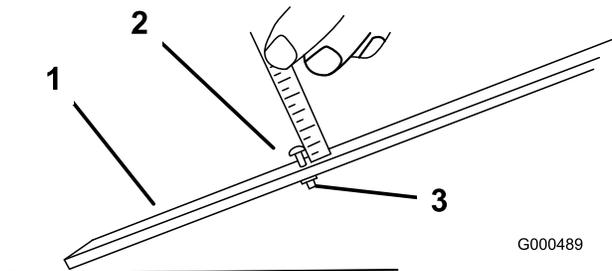

Рисунок 52
- Отпустите гайку мерной планки (Рисунок 52) и установите регулировочный винт на требуемую высоту скашивания. Высота скашивания равняется расстоянию от низа головки винта до поверхности планки.